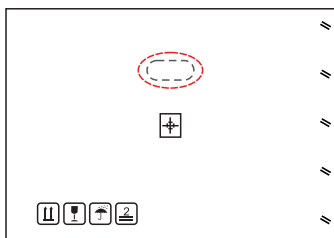

Figura 3.3
1. Cercurile roșii de mai jos indică decupajele de pe ambalajul produsului - unul pe fiecare parte. Împingeți decupajele în interior pentru a forma mâner pentru deplasarea inverterului (a se vedea figura 3.3).